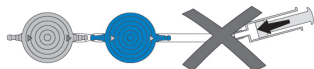

Fig. 25: Prevenzione della pressurizzazione
- ▶ È necessario evitare una pressurizzazione tramite la siringa monouso sia sull'estremità prossimale che su quella distale (Fig. 25).